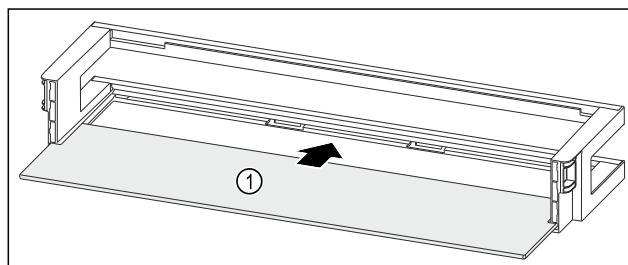

Fig. 150 Türabsteller mit Abstellfläche
- Abstellfläche Fig. 150 (1) in die seitlichen Aussparungen einschieben.